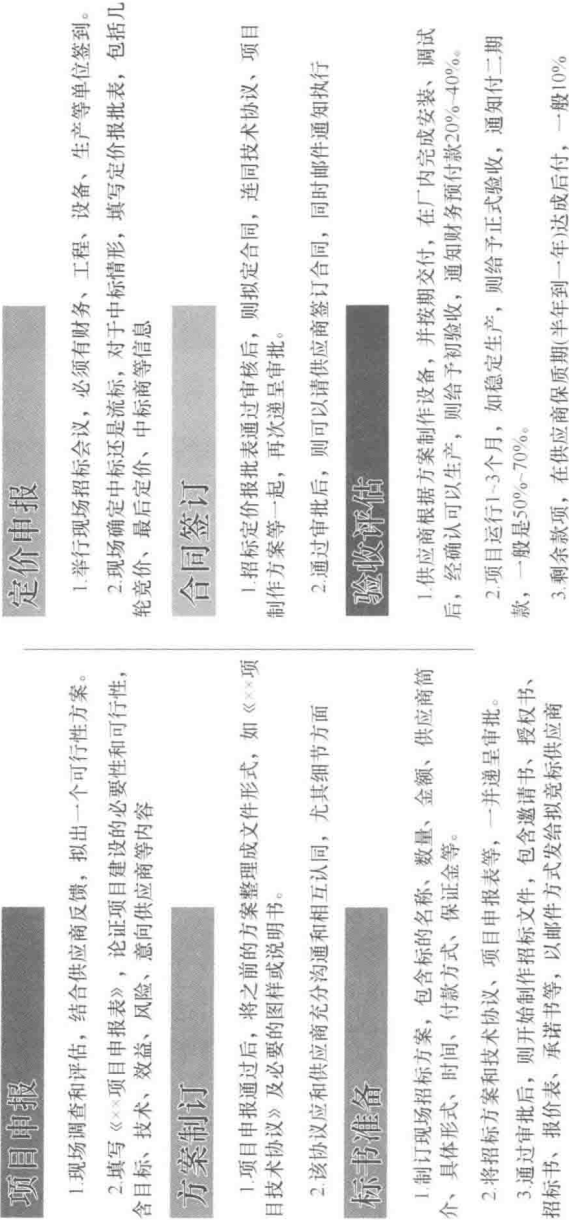

图 2-30 自动化项目导入流程图
大多数制造型企业导入非标设备有一套完整的工作程序，必须按部就班地执行。所谓专业人做专业事，项目一般是技术人员（如生产技术/工艺/制造工程师）来主导完成的。其中，比较关键的环节“方案制订”“验收评估”和“项目申报”（见图 2-30），是需要一定专业背景和技术支持的。方案制订不合理，后面的工作不好进行，要么焦头烂额，要么以失败告终；指标制订不客观，不太容易通过验收，一旦成为失败案例，可能会纠缠不清；项目申报不谨慎，可能造成投资浪费。
1) 自动化项目导入流程图，如图 2-30 所示。